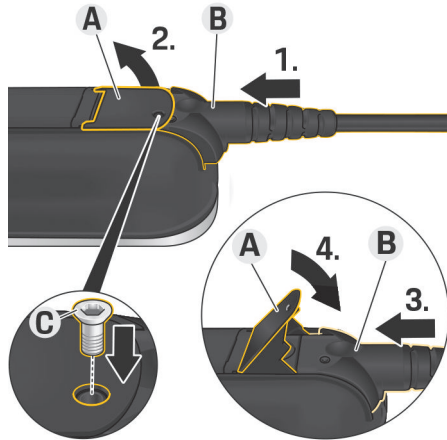

Bild 170 Fästa kabeln och fixera kontakten
✓ Spaken **A** (Bild 170) är stängd.
1. Skjut in kontakten **B** (Bild 170) till det första motståndet i manöverenheten.
2. Fäll upp spaken **A** (Bild 170).
3. Skjut in kontakten **B** (Bild 170) helt.
4. Stäng spaken **A** (Bild 170).
5. Skruva fast kontakten **B** (Bild 170) med skruven **C** (Bild 170) på manöverenheten.